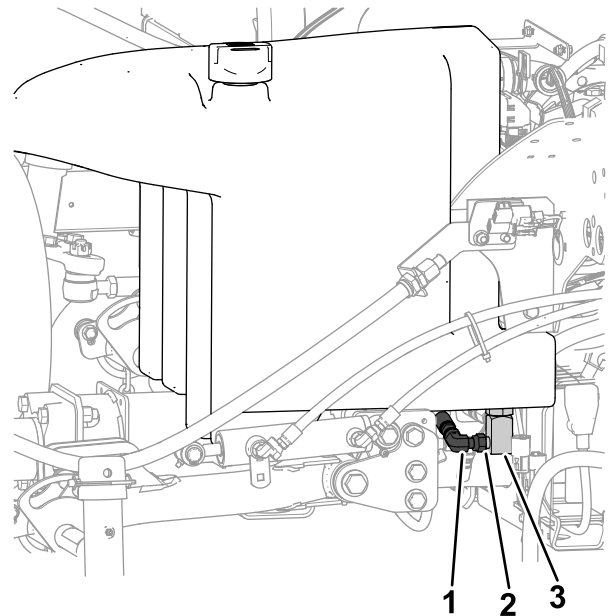

Bild 146
2. Stellen Sie eine große Auffangwanne unter den Verteiler (Bild 146) an der Unterseite des Hydraulikölbehälters, siehe Prüfen des Hydraulikölstands \(Seite 87\).